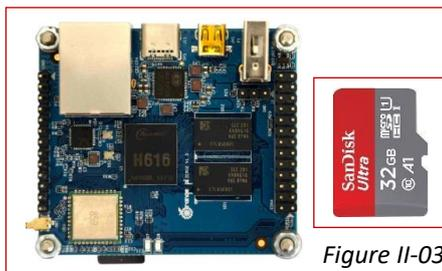

Figure II-03
- ✓ Un second module manufacturé, l'Orange Pi Zero 2. C'est un nano ordinateur qui assure le management de l'ensemble des fonctionnalités, la gestion des flux des programmes radio et l'accueil du logiciel IHM. Son disque dur supportant les logiciels est constitué d'une carte mémoire au format Micro SD 32 Go (figure II-03).